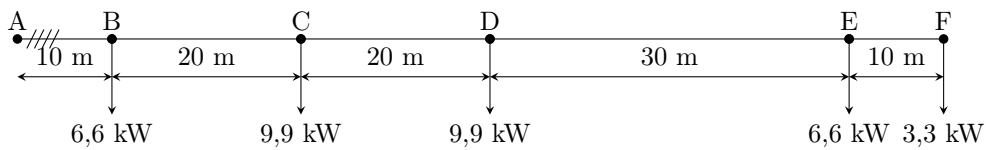

Figura 7.3: Diagrama unifilar del problema 7.13.
- 7.13 (2.5-6.) Calcular la caída de tensión en la línea representada en la figura 7.3, formada por un conductor RZ 0,6/1 kV 3x50 Al/54,6 Alm. La tensión de línea es de 380V.